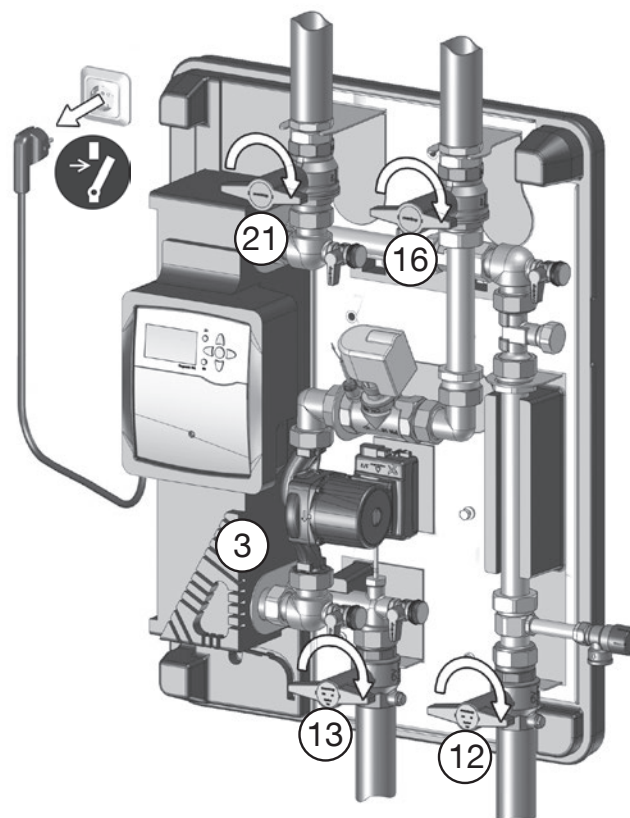

Fig. 5.1: Couper le r  gulateur de l'alimentation secteur et fermer les robinets d'arr  t    tournant sph  rique
2. Fermer les robinets d'arr  t    tournant sph  rique (12 et 13) (circuit E.C.S.) et (16 et 21) (circuit primaire) (Fig. 5.1).
2. Fermer les robinets d'arr  t    tournant sph  rique (12 et 13) (circuit E.C.S.) et (16 et 21) (circuit primaire) (voir Fig. 5.1 en page 31).